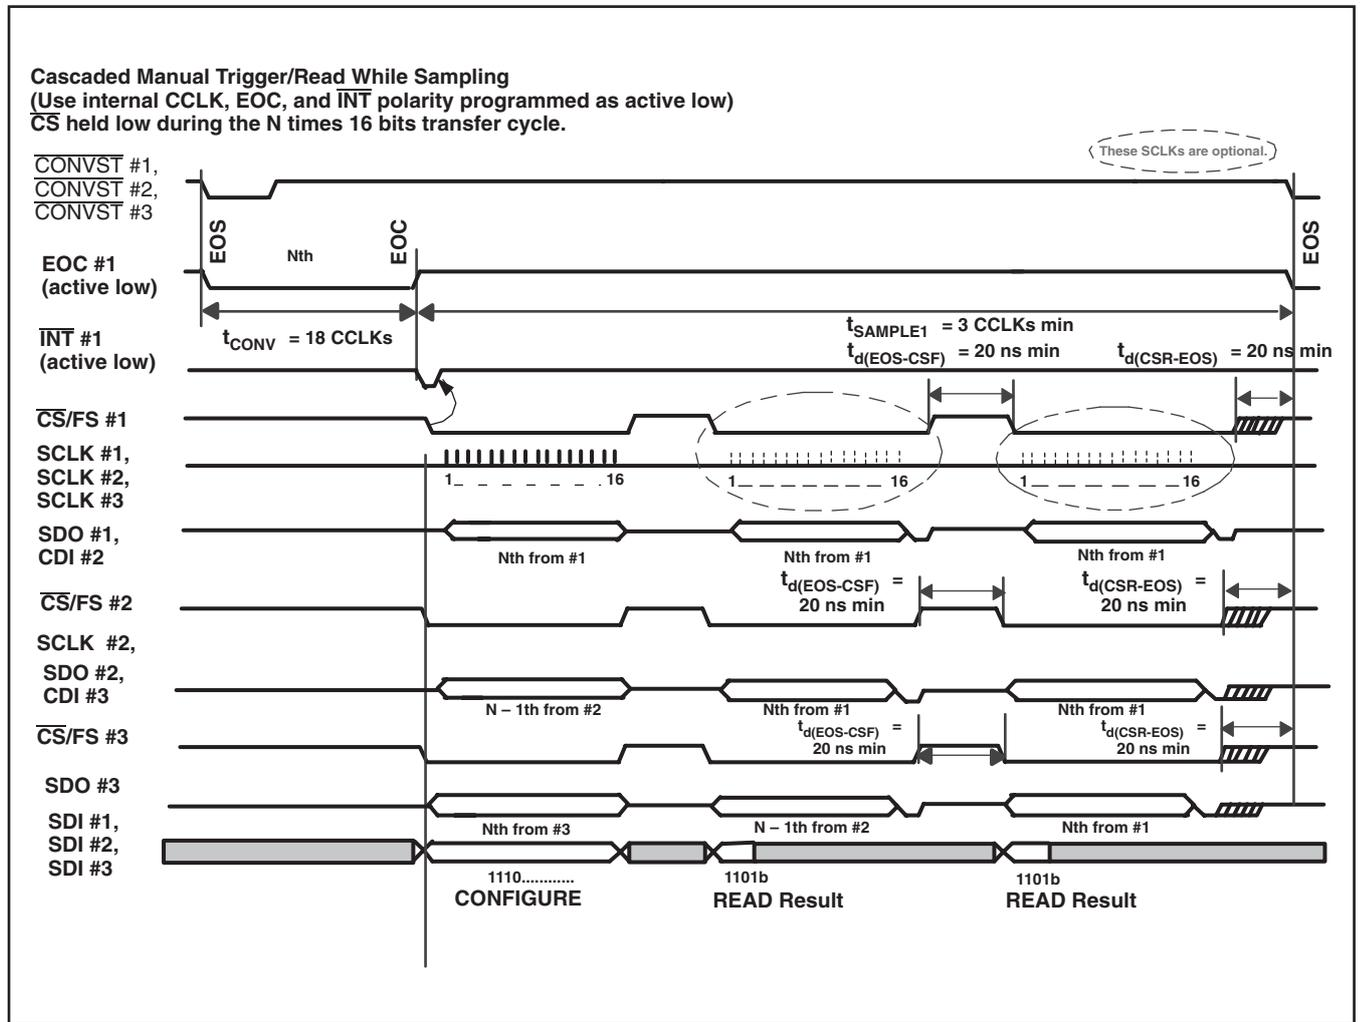

図 61. 共通な $\overline{\text{CONVST}}$ および分散 $\overline{\text{CS}}$ の単純化したカスケード・モード・タイミング
**例2:** チップ・セレクトが、図61に示すようにチェーン・モード・データ転送サイクルの間にトグルする場合、そのコンバータから同じ16ビット・データが、3つの分散した16ビット・サイクルすべてにおいて何度もリード・アウトされます。これは好ましくない結果です。